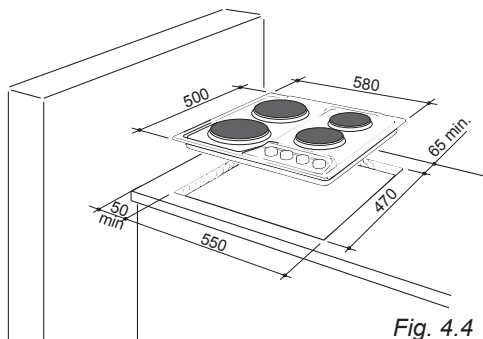

Fig. 4.4
- qualsiasi parete a fianco e sovrastante il piano cottura deve trovarsi ad una distanza non inferiore a 50 mm (fig. 4.4);